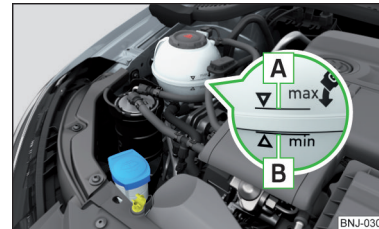

Abb. 266
Kühlmittelstand prüfen - der Kühlmittelstand muss zwischen den Markierungen **A** und **B** liegen » **Abb. 266**. Liegt der Kühlmittelstand unterhalb der Markierung **B**, das Kühlmittel nachfüllen.
Die **Spezifikation** des Kühlmittels ist auf dem Kühlmittelausgleichsbehälter aufgeführt » **Abb. 266**.
- Das Kühlmittel nicht über die Markierung **A** auffüllen » **Abb. 266**. Das Kühlmittel könnte bei Erwärmung aus dem Kühlsystem gedrückt werden - es besteht die Gefahr einer Beschädigung der Motorraumteile.